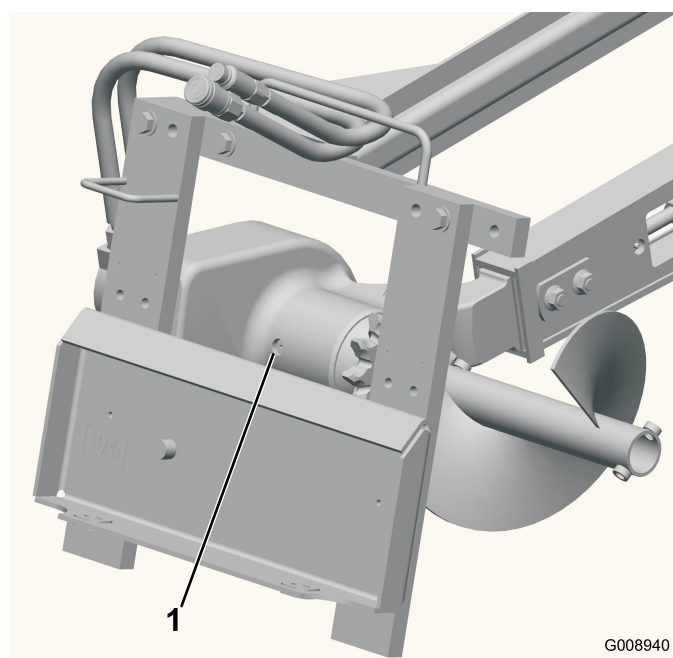

Figure 6
2. Nettoyez la surface autour du bouchon de remplissage du boîtier de roulement (Figure 6).
3. Retirez le bouchon de remplissage du boîtier de roulement (Figure 6).